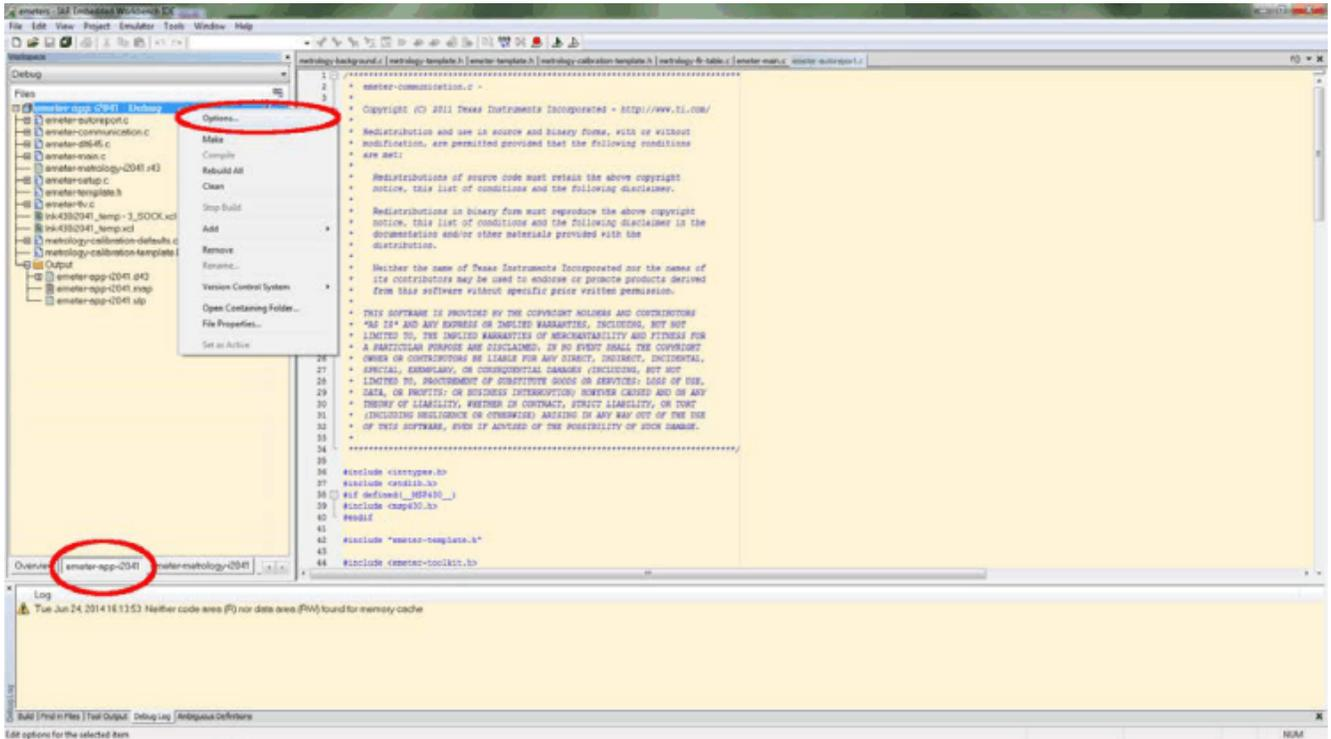

图 9-2. 工程选项卡
4. 通过右键点击工程名称并从弹出菜单中选择“Options…”来检查工程选项，如图 9-2 所示。